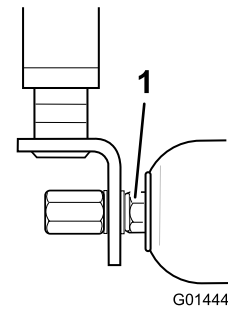

Figura 82
2. Se detetar um movimento excessivo, aperte cuidadosamente as porcas em cada extremidade do rolo apenas o suficiente para remover a folga da extremidade (Figura 82).